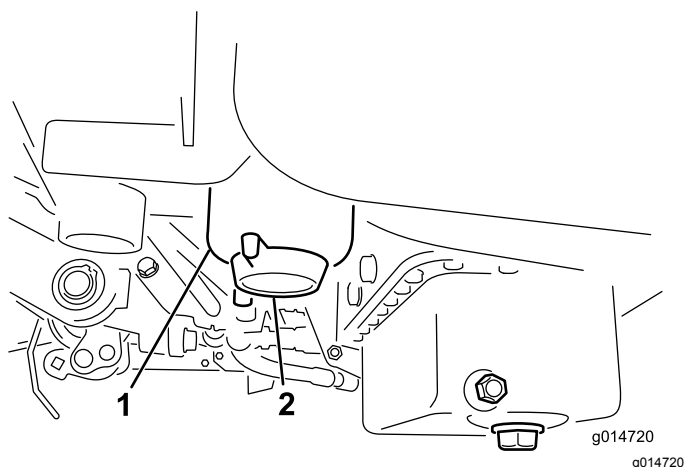

Figura 26
3. Abra el tapón de vaciado del filtro de combustible aproximadamente una vuelta y drene cualquier agua acumulada (Figura 26).